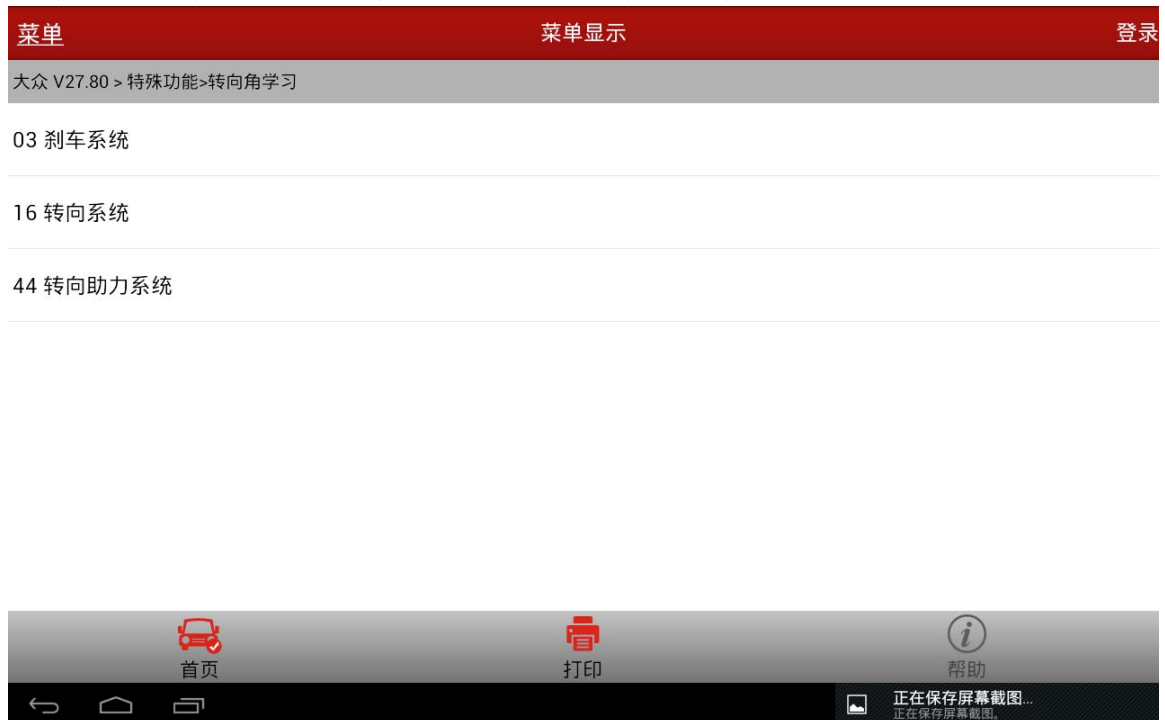

图 3
5). 在列出的系统中【03 刹车系统】【16 转向系统】【44 转向助力系统】, 各车型根据不同配置选择相应的系统, 这里选择【44 转向助力系统】, 如图 3;